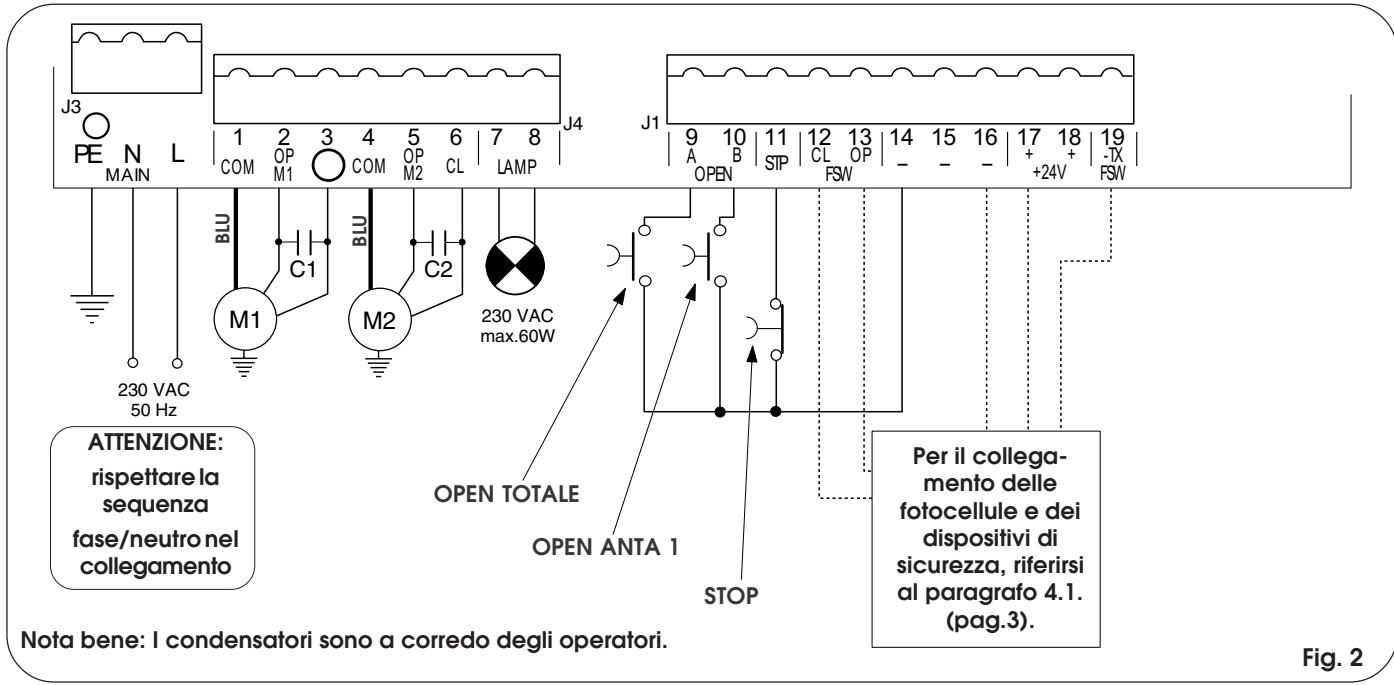

Fig. 2
- Collegare il cavo di terra all'apposito morsetto previsto sul connettore J3 dell'apparecchiatura (vedi fig.2).
4.2. Morsettiera J3 - Alimentazione (fig. 2)
4.3. Morsettiera J4 - Motori e lampeggiatore (fig. 2)M1 : COM / OP / CL: Collegamento Motore 1
4.4. Morsettiera J1 - Accessori (fig. 2)